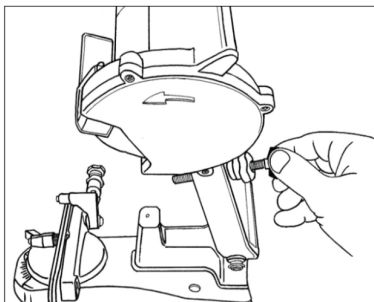

Рис. 9
6. Отрегулируйте глубину заточки зуба (рис.9)